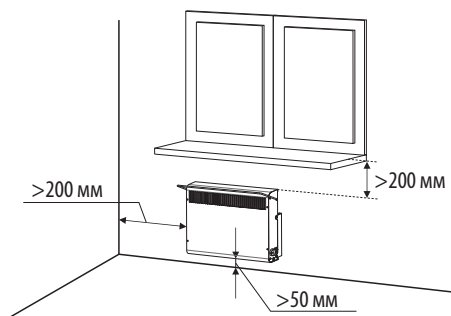

Рисунок 1.
6.1. Для нормальной работы конвектора необходимо обеспечить: расстояние до пола – не менее 50 мм, до боковой стены, мебели – не менее 200 мм, свободное пространство над конвектором – не менее 200 мм (см. рис. 1).